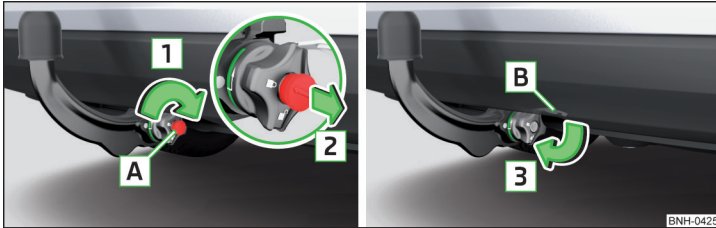

Abb. 216 Schloss verriegeln und Schlüssel abziehen / Kappe auf das Schloss stecken
- Den Schlüssel **A** in Pfeilrichtung **1** drehen, sodass der Pfeil am Schlüssel zum Symbol  » Abb. 216 zeigt.